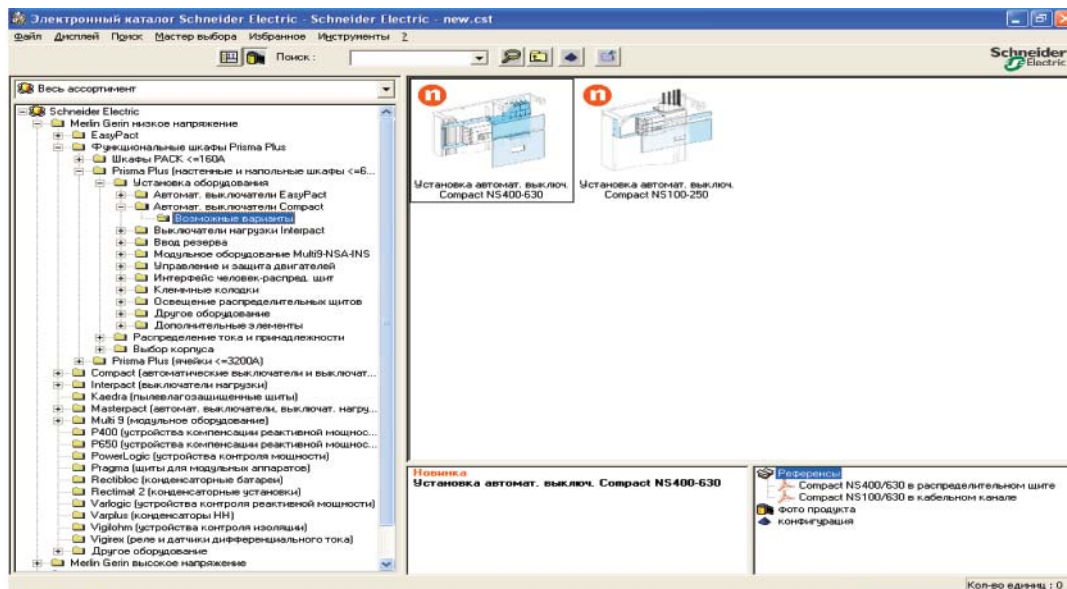

Рис. 59
- запускаем каталог и находим BMP-картинку с наименованием устанавливаемого аппарата (рис. 59);